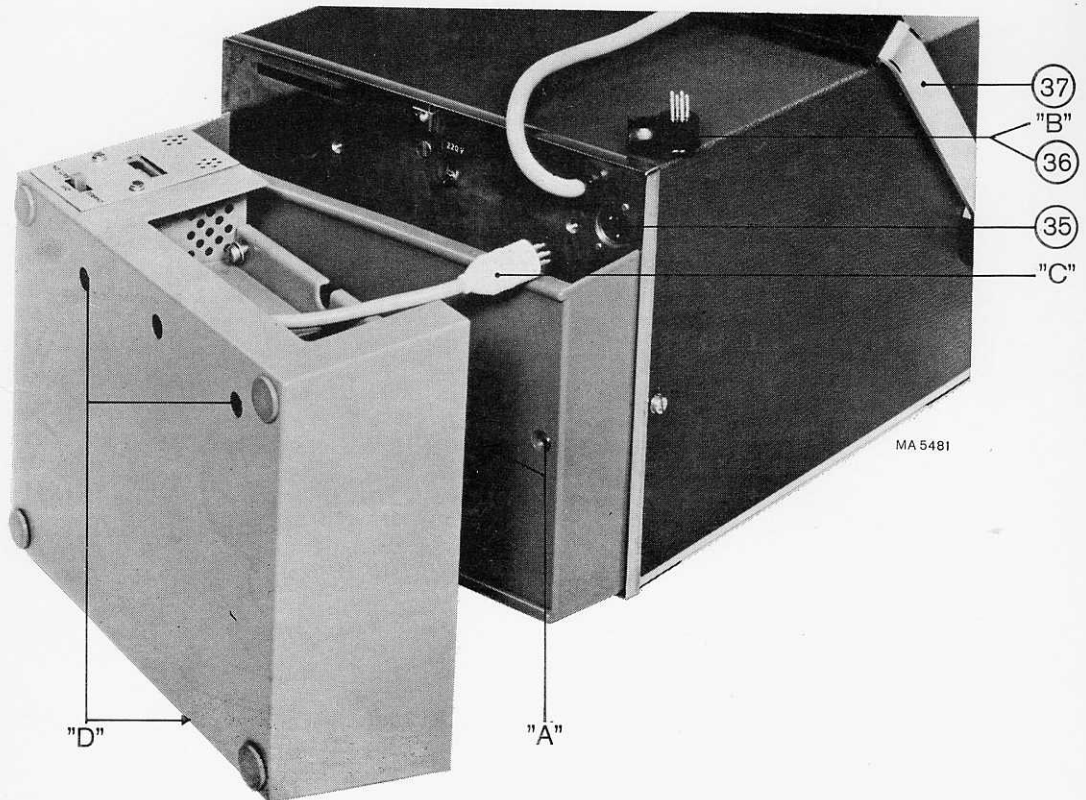

Fig. 13. Installatie batterijbak + achteraanzicht met verwijzing voor onderdelen
2. Installatie (zie fig. 13)
- Verwijder doorverbindingssteker BU6 (dit is post 36 uit fig. 13) en steek steker BU8 van de adapter in bus BU5 (dit is post 35 uit fig. 13).